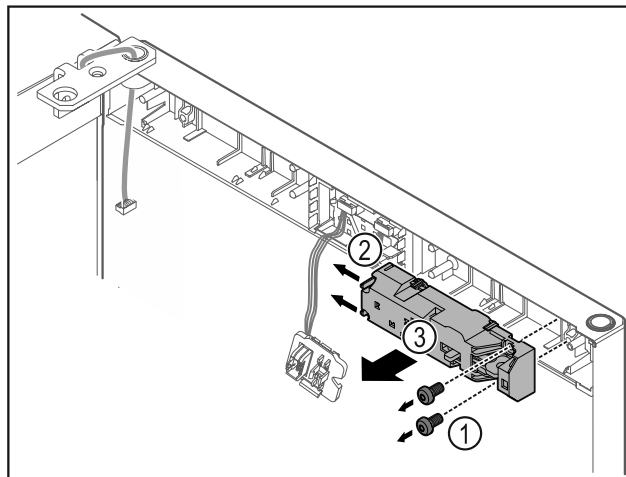

Fig. 20
- Ta bort skruvarna Fig. 20 (1).
- Tryck spärrklacken Fig. 20 (2) åt sidan och ta av fjärrlåset Fig. 20 (3).